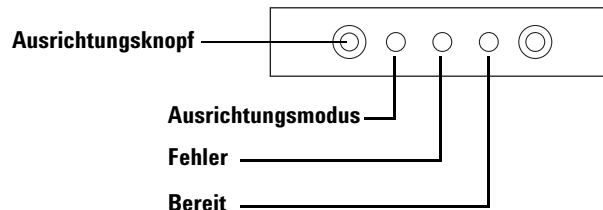

Abb. 110 Ausrichten des Probenhalters
- 1 Verwenden Sie einen langen, schmalen Gegenstand (zum Beispiel die Spitze eines Stiftes), um den vertieften Ausrichtungsknopf links neben den Warnleuchten zu drücken. Vermeiden Sie es, alles hinter oder ringsherum des Knopfes in der Vertiefung zu berühren (Abb. 110).